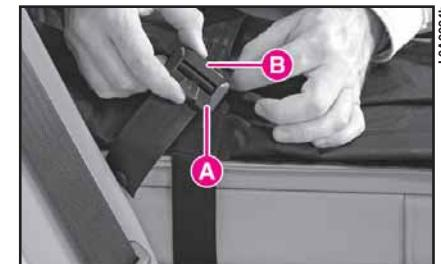

fig. 211
- 2) afloje la tensión de la correa, haciéndola pasar por la hebilla A (fig. 211) mientras presiona el pulsador B;